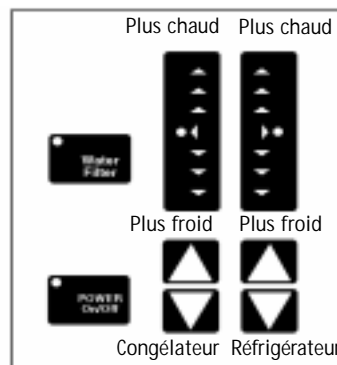

Fig. 4
4. Réglage des commandes électroniques (Fig. 4)